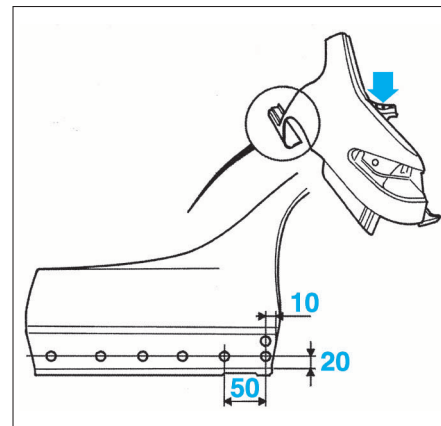

FIG. 69
- Percer à 6,5 mm aux endroits nécessaires pour le soudage par bouchonnage (Fig.69).